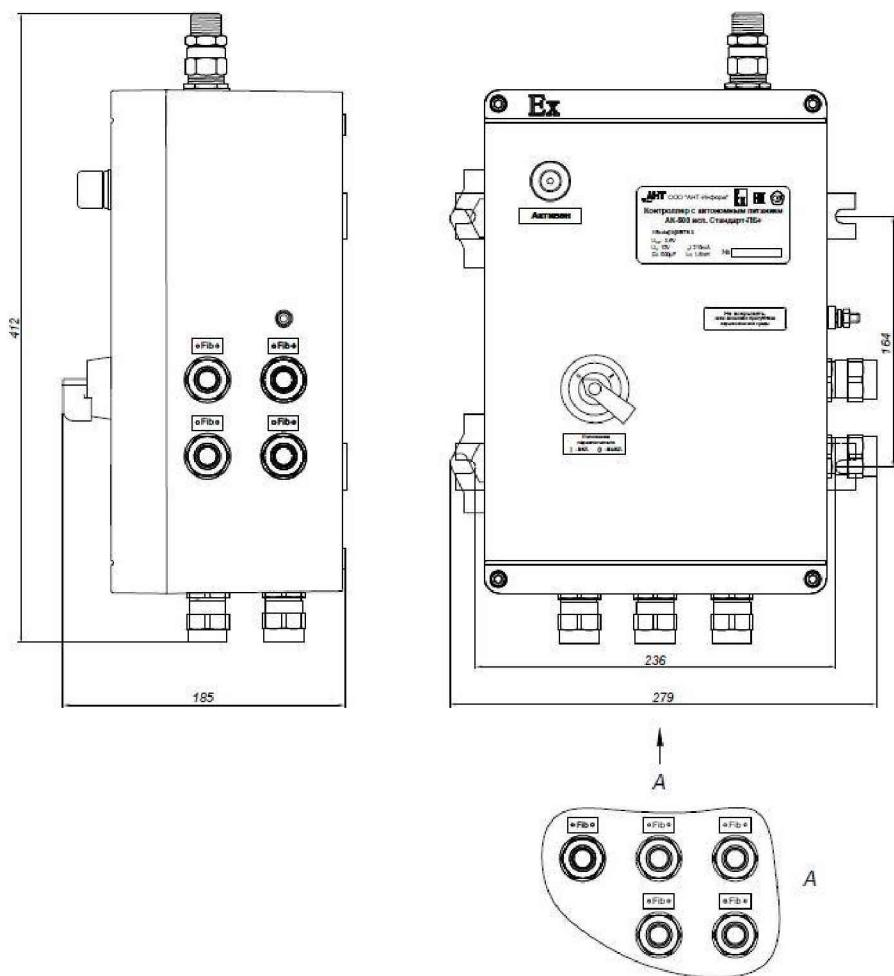

Рисунок 1.4. Внешний вид контроллера AK-500 «Стандарт-ПА+» и «Стандарт-ПБ+»
- 4) Стандарт-ПА+ – в пластиковой оболочке с повышенной защитой против взрыва с пятью кабельными вводами снизу, четырьмя сбоку и одним антенным сверху по комплекту КД АЕТВ.426400.001-03. С перезаряжаемыми элементами питания. И внешним механизмом отключения питания.(рис. 1.4).
- 6) Стандарт-ПБ+ – в пластиковой оболочке с повышенной защитой против взрыва с пятью кабельными вводами снизу, четырьмя сбоку и одним антенным сверху по комплекту КД АЕТВ.426400.001-05. С неперезаряжаемыми элементами питания. И внешним механизмом отключения питания.(рис. 1.4).